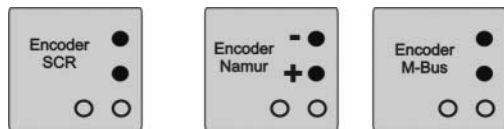

Fig. 9 : Autocollant encodeur
- Pour le raccordement, utilisez uniquement un câble blindé (DIN EN 60079-14) et respectez l'affectation correcte des broches (voir autocollant apposé à côté du couvercle de la boîte à bornes), fig. 9.